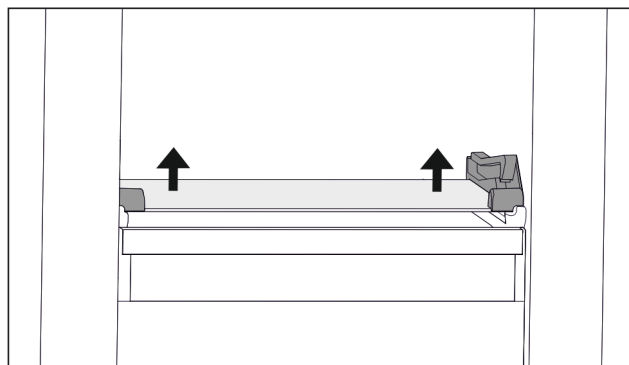

Fig. 63 Placa de sticlă a sertarului înclinabil
- ▶ Apăsați placa de sticlă de jos în sus pe ambele părți. (vezi Fig. 63)